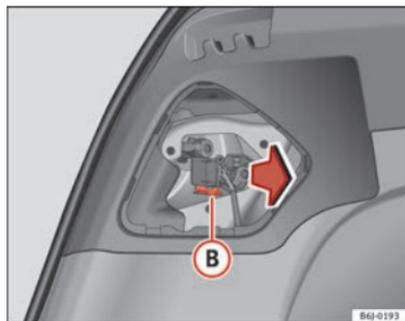

Fig. 160 Desmontagem do porta-lâmpadas
- Desmonte o porta-lâmpadas, pressionando o clipe de fixação **B** ⇒ Fig. 160 e tirando-o para fora.